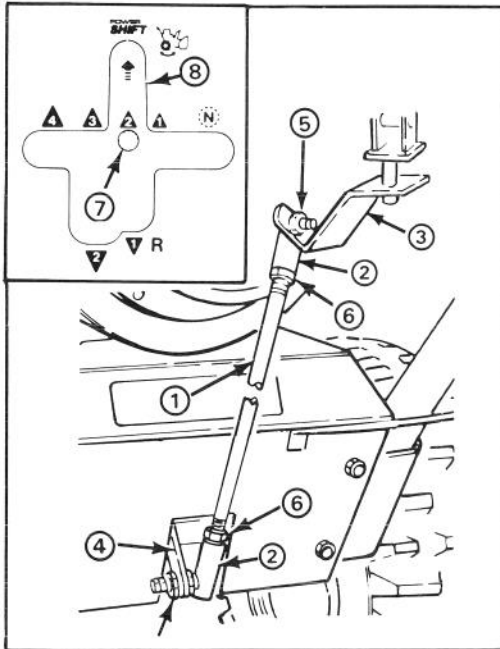

Abbildung 4
### SCHALTSTANGE EINBAUEN (Abb. 4)
**Hinweis:** Ist der Schalthebel nicht mit dem Power Shift-Schlitz in der Schalttafel ausgerichtet (Abb. 4, Einsatz), muß die Schaltstangenlänge wie folgt eingestellt werden: